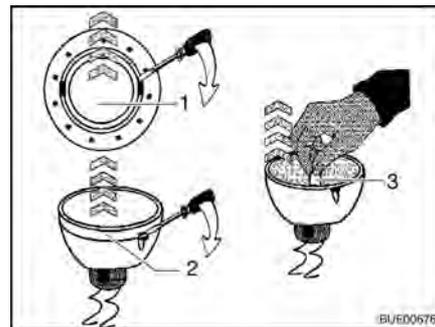

Fig. 254 Remplacer l'ampoule halogène
- Desserrer la bague de recouvrement intérieure (Fig. 254,1) du boîtier avec un tournevis.
- Défaire la bague de recouvrement avec le panneau en verre (Fig. 254,2) de la partie inférieure de la lampe halogène encastrée à l'aide d'un tournevis.
- Retirer l'ampoule halogène (Fig. 254,3).